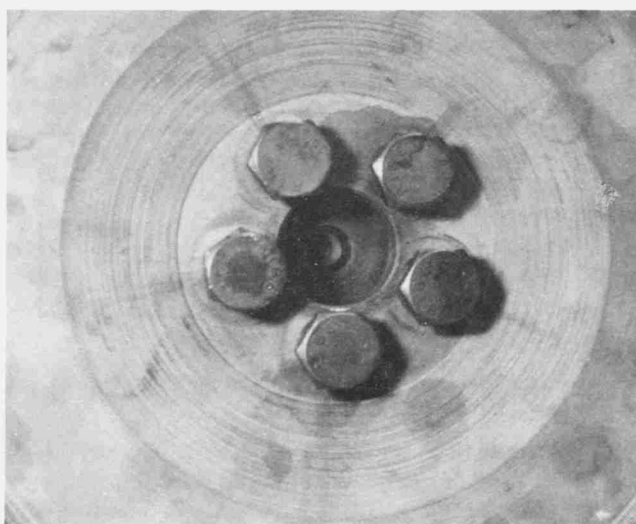
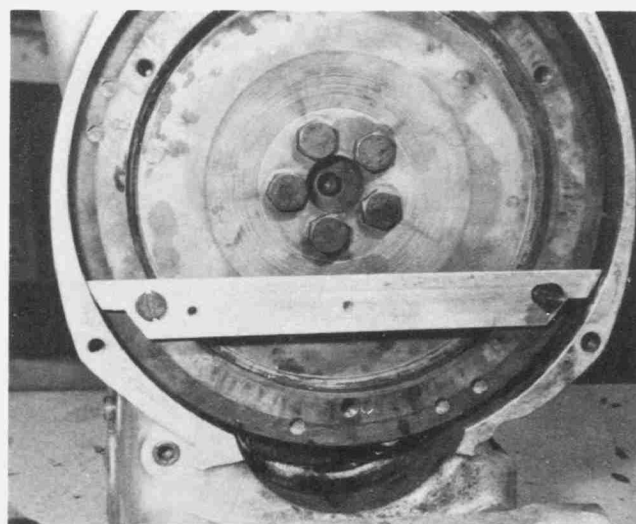
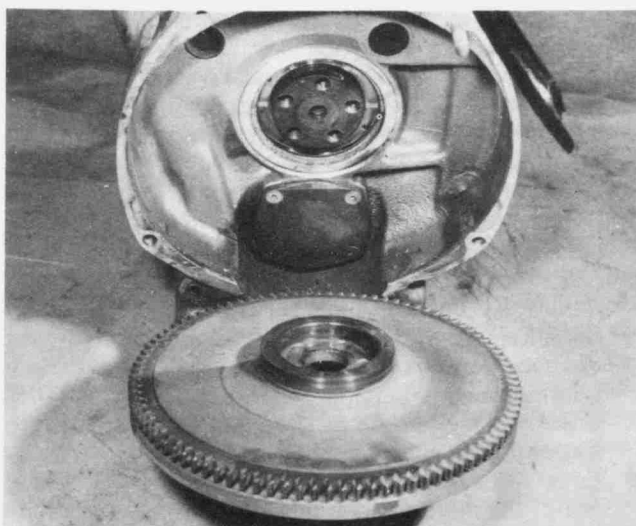

Bild 31
Bild 32
Bild 33
- Die fünf Sechskant-Schwungradschrauben herausdrehen (Bild 31), wobei eine Drehbewegung des Schwungrads mit einem Gegenhalteblech, wie in Bild 32 gezeigt, verhindert wird. Zwei Schrauben in die Ansatzbohrungen des Druckrings einsetzen und zum Abziehen des Schwungrads von der Kurbelwelle benutzen (Bild 33). Eine andere Möglichkeit ist die, ein Abziehwerkzeug (Bilder 36 und 37) herzustellen, das das Kupplungsgehäuse überspannt und zwei Schrauben in die Ansatzbohrungen des Druckrings hineindrehen, um das Schwungrad abziehen.